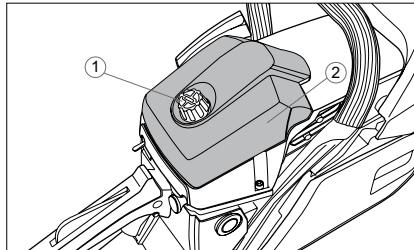

Abb. 24
1. Schrauben Sie die Halterung 1 (Abb. 24) ab und entfernen Sie die Luftfilterabdeckung 2.